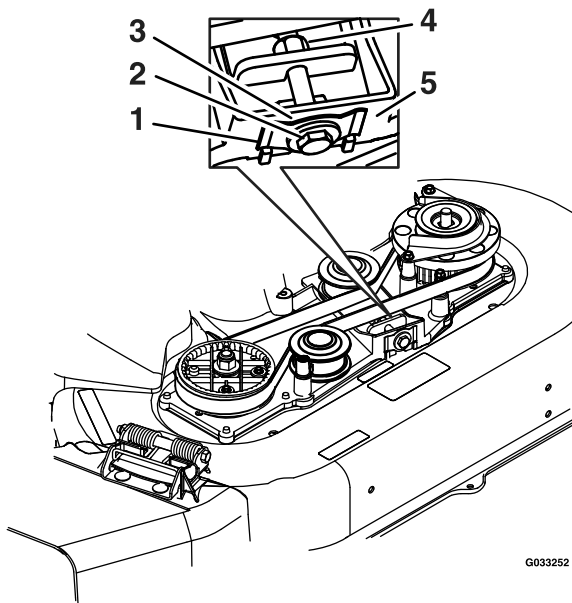

Figura 5
6. Ajuste la tensión de la correa apretando el perno de ajuste y la tuerca (ver Figura 5). Coloque una galga, un trozo de papel o una cartulina contra el bastidor. El espacio entre la galga y el muelle debe ser de 0,13–0,76 mm (0,005"–0,030"); apriete el perno de ajuste y la tuerca hasta que el papel apenas entre y salga libremente del espacio.